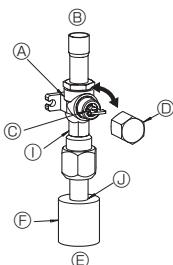

Fig. 4-6
- Lado do gás para o RP100-250 (Fig. 4-6)